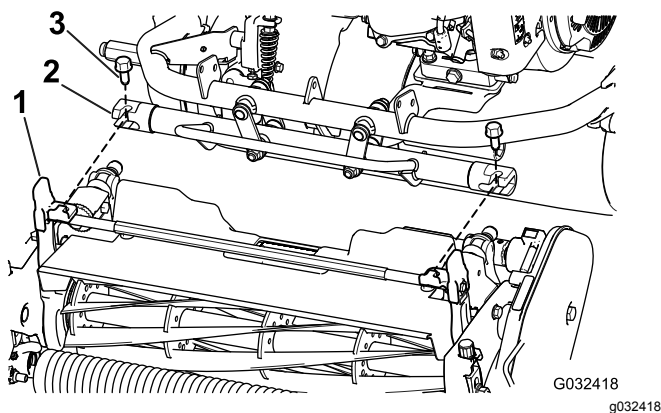

Figura 7
4. Manobre a estrutura da máquina para a frente até engatar nos braços articulados da unidade de corte (Figura 7).
5. Fixe a estrutura da máquina aos braços articulados da unidade de corte com 2 parafusos ($\frac{3}{8}$ pol. x $\frac{3}{4}$ pol.) (Figura 7).